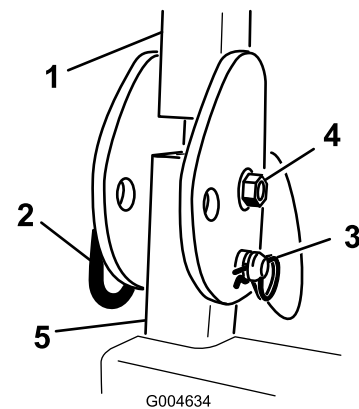

Figura 4
1. Retire los pasadores de horquilla y retire los dos pasadores de la barra anti-vuelco (Figura 4).
2. Eleve la barra anti-vuelco a la posición vertical, instale los dos pasadores y fíjelos con los pasadores de horquilla (Figura 4).